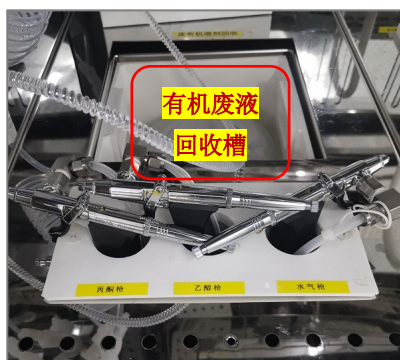

图 6 废液回收槽
- 10) 通风橱操作后废液禁止直接倒入下水道中(冲洗到第三道废水才可排入水池中), 按照现场标识(位于通风橱内, 如图 6)收集。
- 5) 废液回收务必缓慢倒入废液槽中倒入指定位置 (见图 6), 位于通风橱后方的废液桶设有报警装置, 一旦听到报警声请及时通知工程师处理。